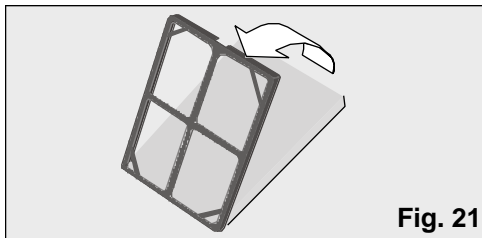

Fig. 21
- Verificar que o filtro purificador duplo activo esteja colocado no posicionador; caso contrário, instale-o tal como se indica no **Fig. 21**. Colocar a parte escura do filtro em contacto com o posicionador.